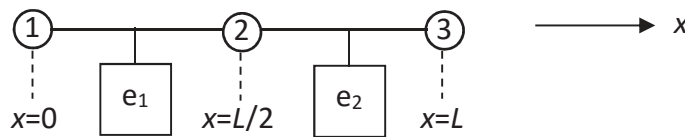

Figure 3 – Maillage
- 7) (2 points) Calculer les deux matrices de conductivité élémentaires ainsi que la matrice de conductivité assemblée dans le cas du maillage de la Figure 3, maillage qui comporte 3 nœuds (les numéros des nœuds sont donnés dans les cercles) et deux éléments (les numéros des éléments sont donnés dans les carrés). On donnera les résultats en fonction de k et L .
- 9) (2 points)** Calculer les deux seconds membres élémentaires, ainsi que le second membre assemblé, correspondant à la source interne de chaleur $\bar{q}(x)$, dans le cas du maillage de la Figure 3. On donnera les résultats en fonction de \bar{q}_0 , \bar{q}_L et L .
- 10) (1.5 points)** Calculer par éléments finis la température T_2 au nœud 2 du maillage de la Figure 3, dans le cas des conditions aux limites de la question 2). On donnera le résultat en fonction de T_0 , T_L , k , \bar{q}_0 , \bar{q}_L et L . Comparer le résultat avec la question 2).
- 11) (1 point)** On note $\varphi_1, \dots, \varphi_n$ les coordonnées nodales de la fonction test φ , n représentant le nombre de nœuds du maillage. Les nœuds sont numérotés par ordre croissant de 1 à n , de la gauche vers la droite, c'est-à-dire de $x=0$ à $x=L$. On stocke les coordonnées nodales de φ dans un vecteur noté $\underline{\varphi}$. On a donc : $\underline{\varphi}^T = \{\varphi_1, \dots, \varphi_n\}$. Montrer que les termes associés au flux de chaleur dans l'équation (6) s'écrivent :
- 12) (0.25 point)** Calculer le second membre assemblé correspondant aux termes de flux de chaleur, dans le cas du maillage de la Figure 3 et des conditions aux limites de la question 3). Le résultat sera fourni en fonction de ϕ_0 et de ϕ_L .
- 13) (2.25 points)** Calculer par éléments finis les températures T_2 et T_3 aux nœuds 2 et 3 du maillage de la Figure 3 avec les conditions aux limites de la question 2). On donnera le détail de l'inversion du système matriciel. Les résultats seront fournis en fonction de T_0 , k , \bar{q}_0 , \bar{q}_L , ϕ_L et L . Comparer les résultats avec la question 3).